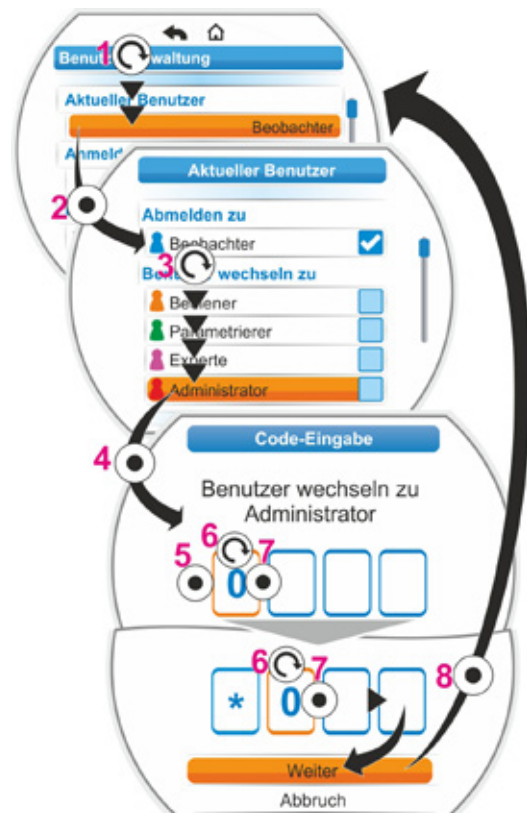

Abb. 2: Benutzer-Stufe freischalten
2. Die orangene Auswahlmarkierung auf die Zeile unterhalb ‚Aktueller Benutzer‘ stellen (Abb. 2, Pos. 1).
3. Auswahl bestätigen: Drive Controller drücken (Abb. 2, Pos. 2). Das Display wechselt zum Menü ‚Aktueller Benutzer‘. Die aktuelle Benutzer-Stufe ist durch einen Haken gekennzeichnet.
4. Gewünschte Benutzer-Stufe anwählen; die orangene Auswahlmarkierung auf die gewünschte ‚Benutzer-Stufe‘ stellen - in diesem Beispiel ‚Administrator‘ (Abb.2, Pos. 3).
6. Drive Controller drücken (5). Die Ziffer 0 wird angezeigt. Wurde bisher vom Anwender kein Passwort vergeben, gilt die Passwort-Voreinstellung (siehe „Voreinstellung“ in Tabelle im vorherigen Kapitel 6.1.2).
- a) nicht geändert werden: Drive Controller drücken (7), der Rahmen der nächsten Ziffer wird orange, oder
- Drive Controller drehen (6), bis die gewünschte Ziffer des neuen Passworts angezeigt wird.
- Auswahl bestätigen (7). Die geänderte Ziffer wird übernommen und die nächste Ziffer wird angezeigt.
9. Drive Controller drücken (8). Das Display wechselt zum Menü ‚Benutzerverwaltung‘ und der neue ‚Aktueller Benutzer‘, in diesem Fall ‚Administrator‘, wird angezeigt.